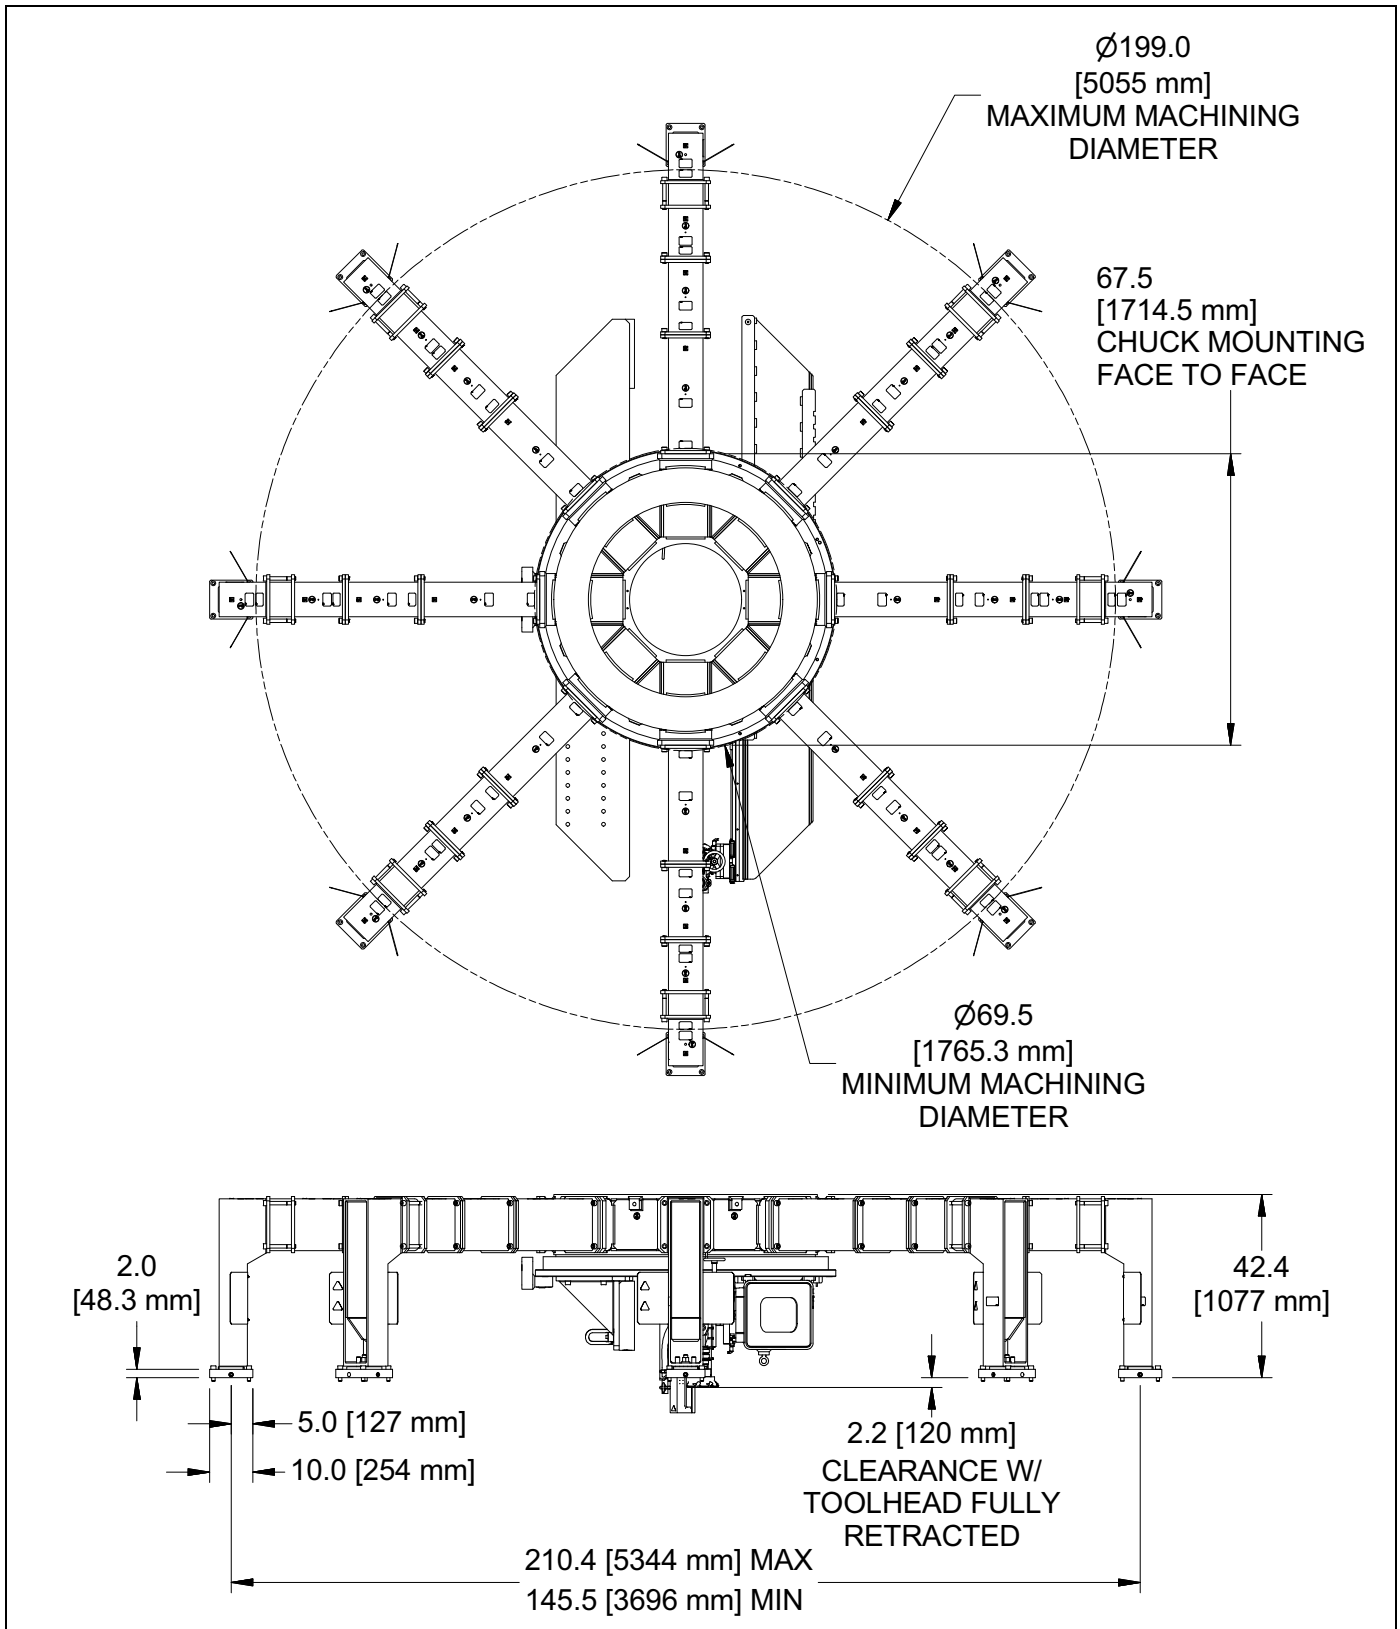

FIGURE 2-5. DIMENSIONS DE LA MACHINE À MONTAGE SUR DE
- Pour le montage sur DE, le diamètre extérieur est de 135,5-200,4" (3 442-5 090 mm) (voir Figure 2-5 à la page 19)
- Pour le montage frontal, 67,5" (1 715 mm) ou plus (voir Figure 2-5 à la page 19)